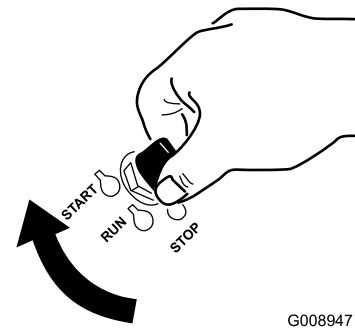

Figure 21
6. Tournez la clé de contact à la position de DÉMARRAGE (Figure 21).